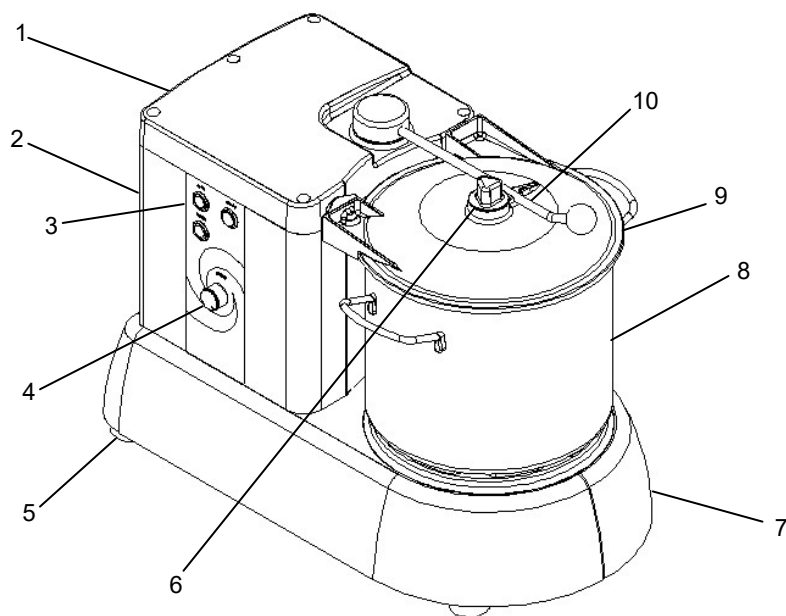

Abb.1
- kodierte Mikroschalter, die den Stopp des Geräts bewirken, sobald der Deckel (*siehe Abb. 1*) abgenommen wird, und keine Einschaltung zulassen, solange sich dieser Schutz nicht in der geschlossenen Position befindet;
2. Prüfen, ob bei eingeschalteter Maschine der Behälter-Sperrarm (Ref. 10 - Abb. 1) blockiert ist und das Abnehmen des Deckels verhindert.
Die Bedienelemente sind entlang dem Gehäuse des Cutters angeordnet (Bez. 2 - Abb. 1).
1. Den Behälter-Sperrarm anheben (Ref. 10 - Abb. 1), bis der Deckel abgenommen werden kann (Ref. 6 - Abb. 1).
2. **ACHTUNG!!** Das Schneidgut in den Behälter geben (Bez. 8 - Abb. 1) und hierbei auf die zwei Messer achten; größere Stücke des Schneidguts sollten zunächst manuell zerkleinert werden, bevor sie in den Behälter gegeben werden.
4. Den Deckel (Ref. 6 - Abb. 1) wieder positionieren und den Behälter-Sperrarm bis zum Erreichen der geschlossenen Position senken.
6. Eventuelles zusätzliches Schneidgut kann während der Verarbeitung nach der Abnahme des Verschlusses (Bez. 9 - Abb. 1) auf dem Deckel (Bez. 6 - Abb. 1) eingefüllt werden.
7. Am Ende der Verarbeitung den Geschwindigkeitsregler (Bez. 4 - Abb. 1) auf die niedrigste Drehzahlstufe stellen und das Gerät ausschalten.